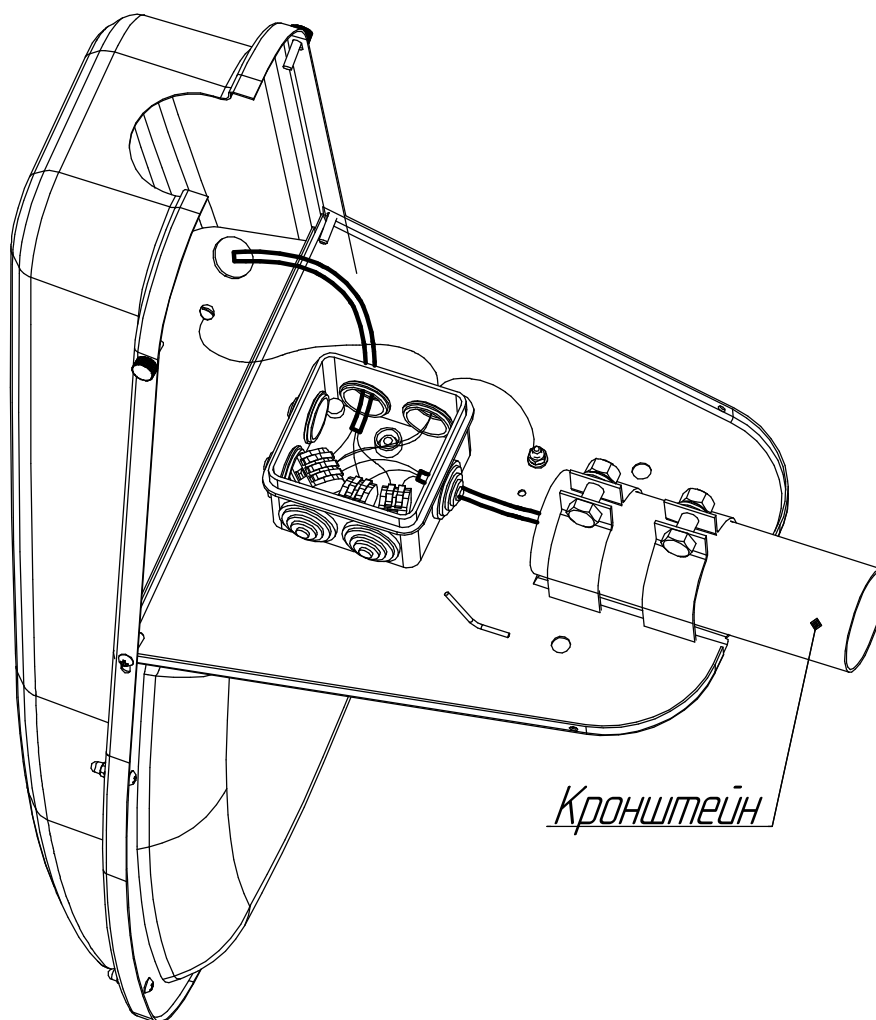

Рисунок 2 - Монтаж светильника (40 и 60 Вт) на кронштейн
5.4 Установите светильник в рабочее положение на кронштейн диаметром 48 мм и затяните винты на узле крепления. Для обеспечения надежного крепления светильника, соединения должны быть затянуты с усилием не менее 8 Н\*м (рисунок 2).
5.5.1 **Только для ДКУ17-40 и ДКУ17-60:** откройте распределительную коробку и подключите сетевые провода (рисунок 2, 4).